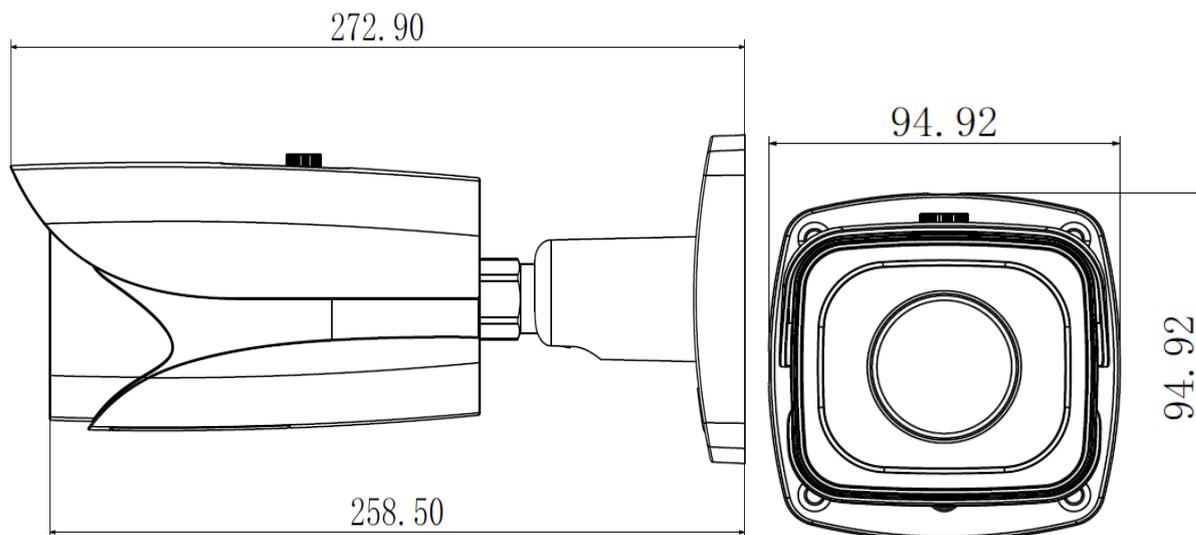

Рисунок 7.1
7.2 Выберите место крепления камеры с учетом габаритных размеров (рис.7.1) и удобства работы с монтажным инструментом.